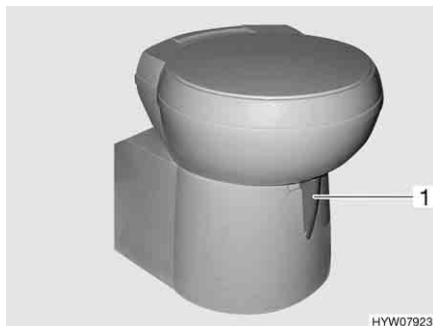

Bild 191 Thetford-Toilettenschüssel, schwenkbar
- Vor dem Spülen den Schieber der Thetford-Toilette öffnen. Dazu den Schieberhebel (Bild 191,1) entgegen dem Uhrzeigersinn schieben.
- Den Schieberhebel (Bild 191,1) im Uhrzeigersinn schieben. Der Schieber wird geschlossen. Zum Entleeren **muss** an der Thetford-Toilette der Schieber geschlossen sein.